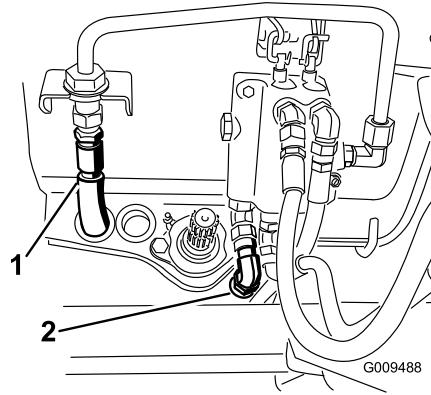

Figure 76
17. Débranchez le flexible de réservoir de la conduite rigide du distributeur (Figure 76).
19. Débranchez le flexible de pression du distributeur (Figure 76).